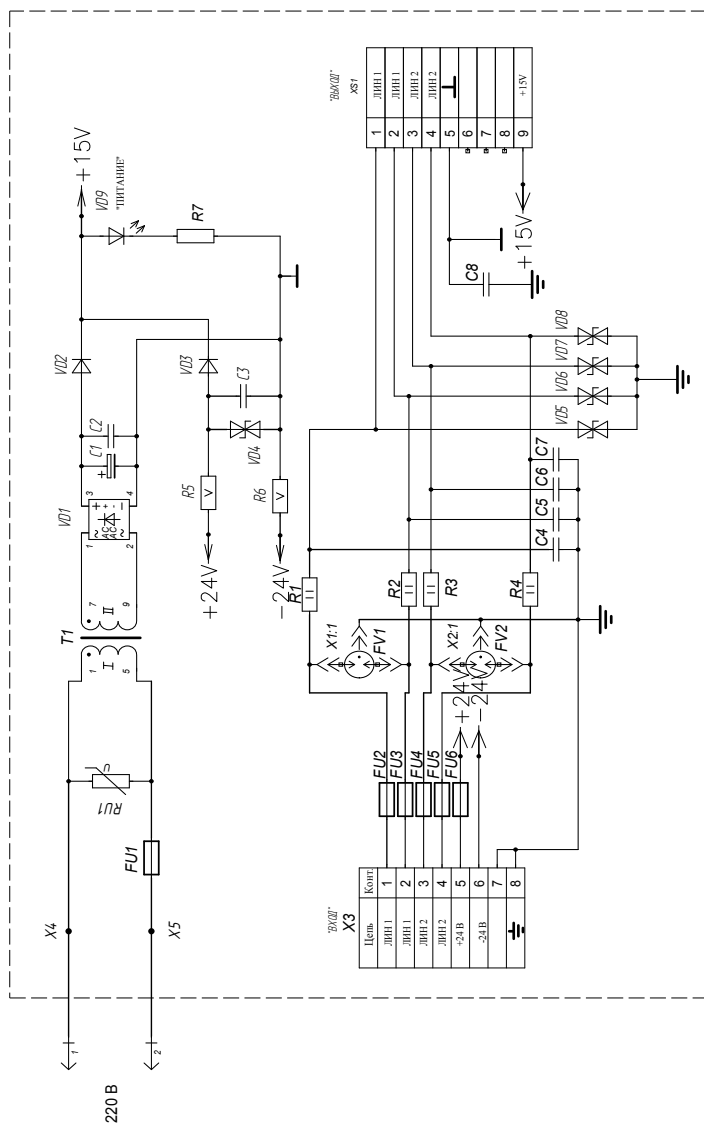

Рисунок 1 – Схема электрическая принципиальная БЗ-1
- снять верхнюю крышку БЗ-1 и подключить провод защитного заземления к контакту 8 клеммной колодки Х3 (см. рисунок 1);